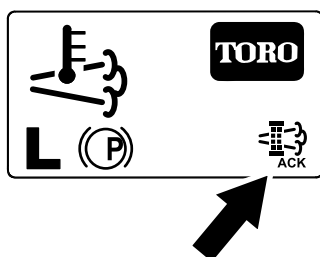

Figura 62
8. O InfoCenter apresenta o Ecrã inicial e o ícone de confirmação da regeneração (Figura 62) surge no canto inferior direito do ecrã enquanto a regeneração é processada.